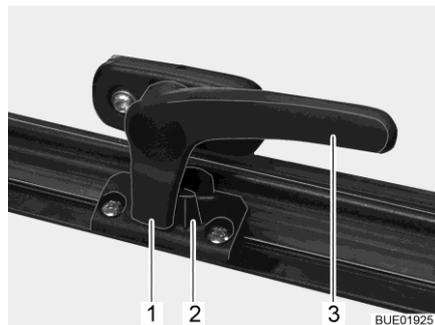

Bild 19 Verriegelungshebel in Stellung "geschlossen"
- Den Verriegelungshebel (Bild 19,3) eine viertel Umdrehung zur Fenstermitte hin drehen.
- Den Verriegelungshebel (Bild 19,3) eine viertel Umdrehung zum Fenster- rahmen hin drehen. Die Verriegelungsnase (Bild 19,1) liegt auf der Innen- seite der Fensterverriegelung (Bild 19,2).
- in Stellung "fest verschlossen" (Bild 19).